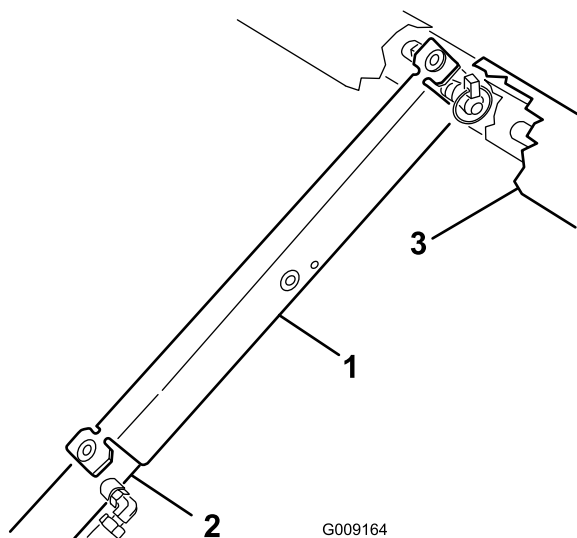

Figure 12
9. Poussez la béquille de sécurité sur la tige du vérin et vérifiez que les pattes d'extrémités de la béquille sont en appui contre l'extrémité du corps du vérin et l'extrémité de la tige du vérin (Figure 12).